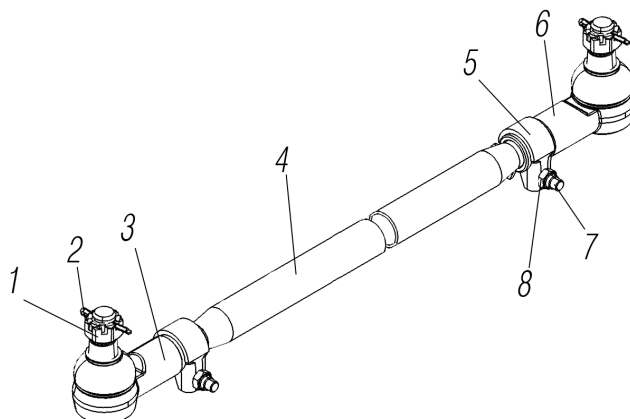

Рисунок 4.12
*¹ Применяется взамен 180-3414052, см. рисунок 4.12
Can be changed for 180-3414052, See figure 4.12